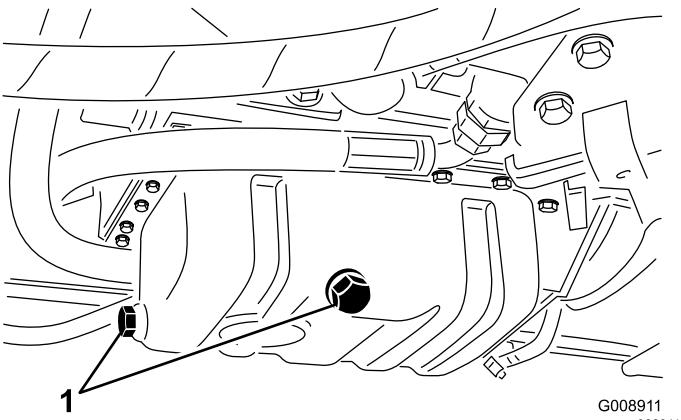

Bild 61
- Entfernen Sie die Ablassschraube (Bild 61) und lassen Sie das Öl in die Auffangwanne ab.